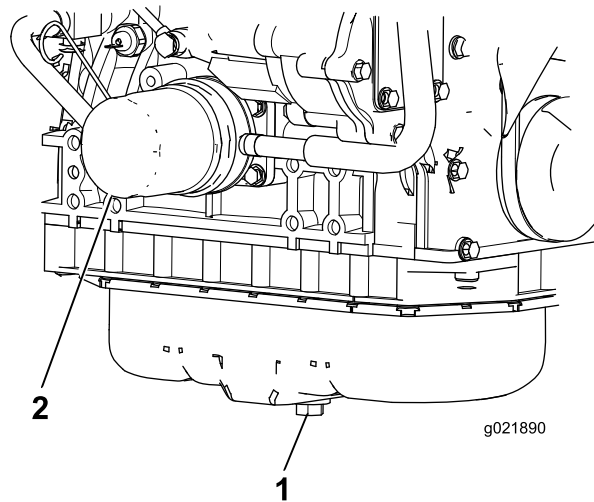

図 66
1. ドレンプラグ 図 66 を外してオイルを容器に回収する。オイルが完全に抜けたらドレンプラグを取り付ける。